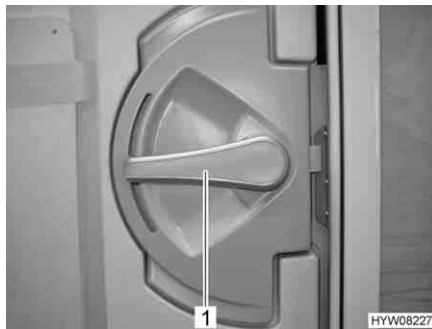

Bild 27 Dörrlås ingångsdörr, insida
- Öppna:** ■ Tryck ner dörrhandtaget (Bild 27,1).
- Låsa:** ■ Vrid dörrhandtaget (Bild 27,1) ca 45° uppåt och låt det vara kvar i det läget.